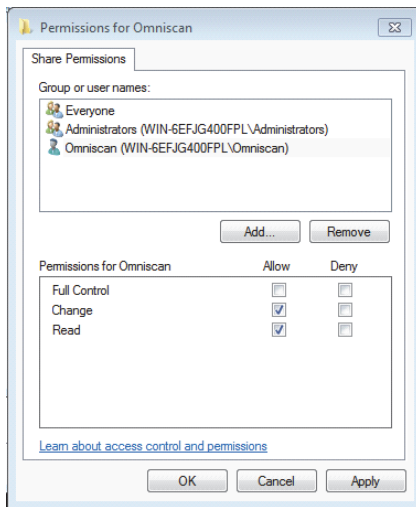

图 7-33 Omniscan 的权限对话框（Windows 7）
14. 返回到 **Permissions for Omniscan**（Omniscan 的权限）对话框，在 **Allow**（允许）竖列中选中 **Change**（更改）和 **Read**（读取）复选框，然后点击 **OK**（确定）（参见第 222 页的图 7-33）。